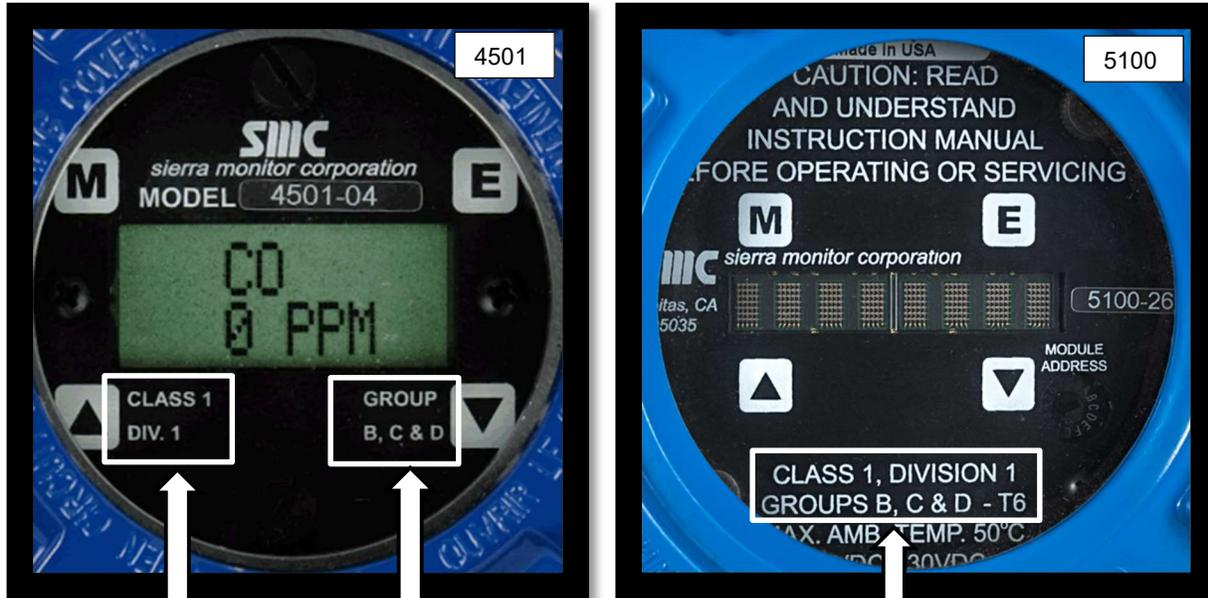

**Figure 3 – Détermination de la méthode de connexion de communication pour le SMC 5100**
- ii. Méthode de connexion (voir la figure 3)